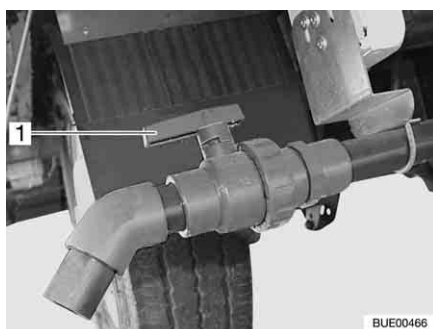

Fig. 240 Llave de desagüe
- Girar el tirador (Fig. 240,1) de la llave de desagüe a la posición en dirección de la circulación.